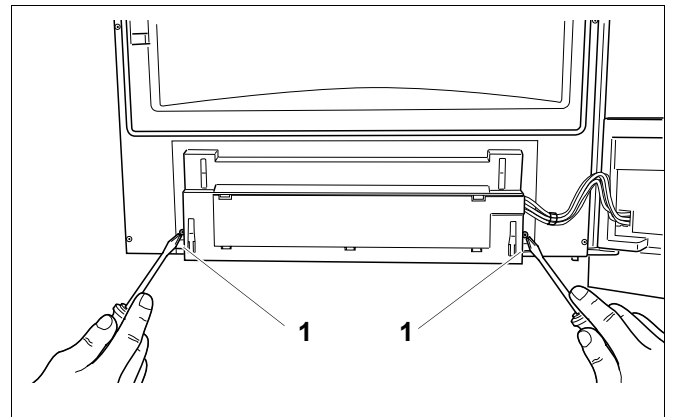

Fig. 126 Desfaceți șuruburile
- Desfaceți 2 șuruburi ale tabloului de comandă din spatele ușii cazanului (Fig. 126, **Poz. 1**).